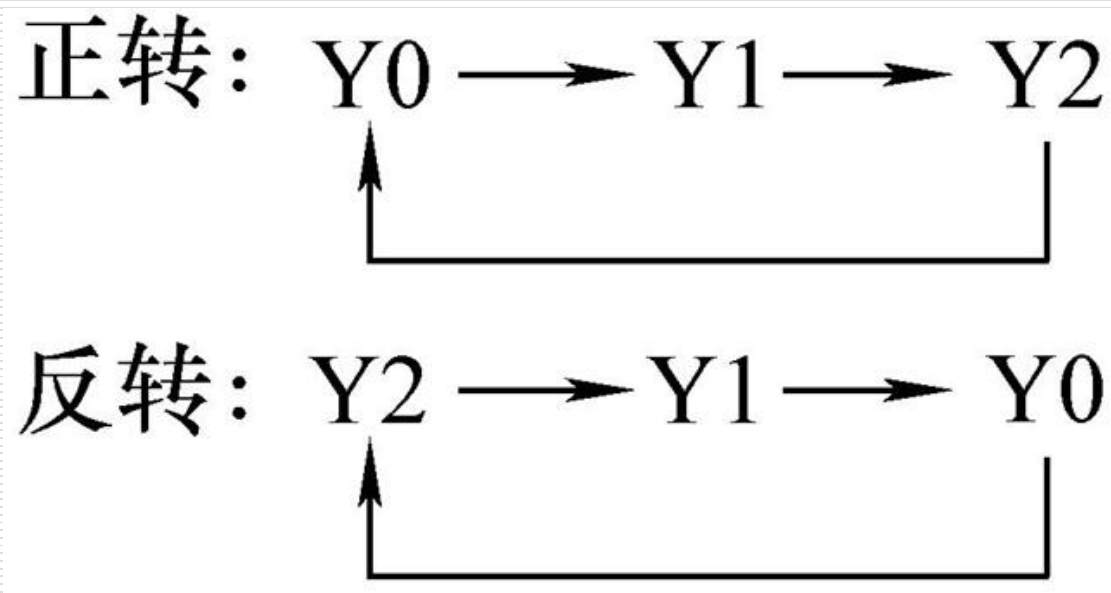

图5-6 三相步进电机正反转控制
3、正反转控制。通过调换相序，即改变Y0、Y1和Y2接通的顺序，以实现步进电动机的正、反转控制，如图5-6所示。